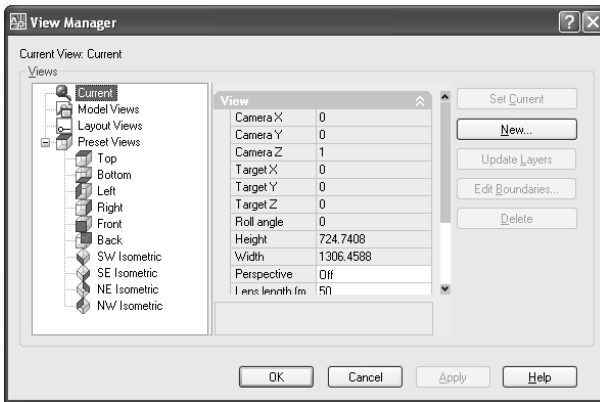

Рис. 3.8. Диалоговое окно **View Manager**
Сохранять, восстанавливать и удалять именованные виды можно с помощью диалогового окна **View Manager** (Диспетчер видов), показанного на рис. 3.8.
3. Щелкните по кнопке **Set Current** (Установить) — см. рис. 3.8, которая после выбора вида станет доступной, или щелкните *правой* кнопкой мыши и выберите пункт контекстного меню **Set Current** (Установить).